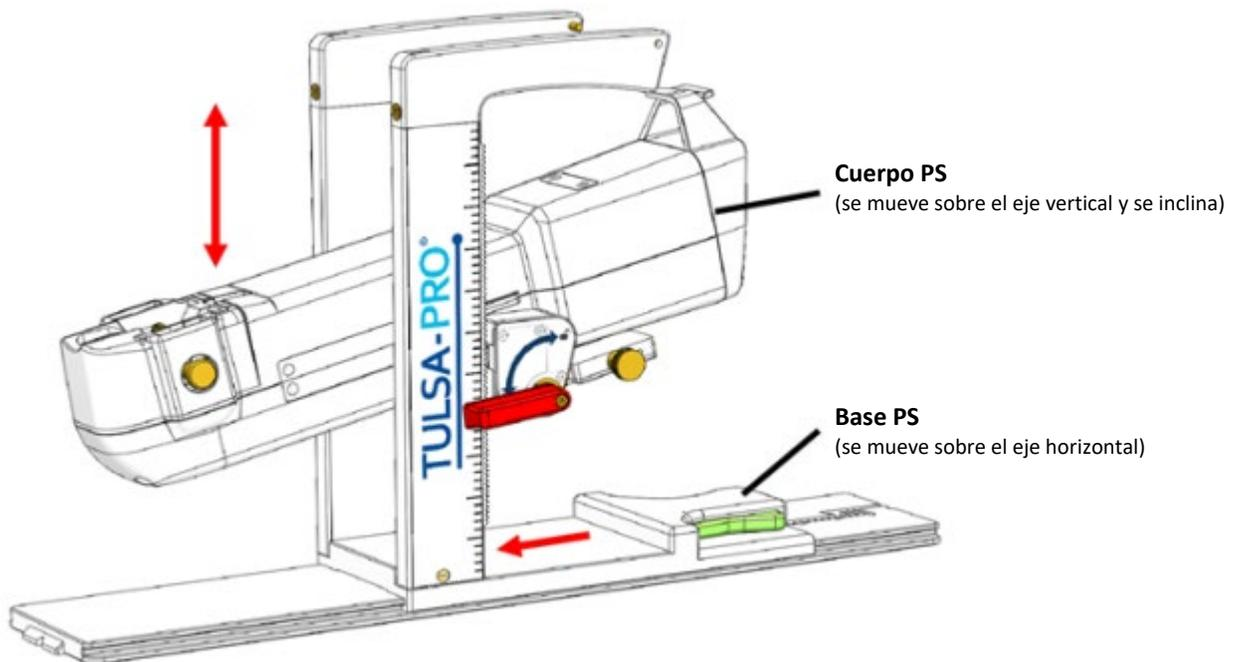

Figura 22: Ajuste del sistema de posicionamiento
3. Tecnólogo en IRM: Mueva manualmente el PS a su posición de modo que la pinza de la UA se alinee con el ángulo natural de la UA en el paciente. Ajuste manualmente la base del PS hacia delante y hacia atrás y hacia arriba y hacia abajo, e incline el eje lineal del PS hacia arriba y hacia abajo (figura 22).
NOTA: Los mandos y palancas de ajuste del PS no están coloreados como en la Figura 22, sino que se colorean aquí para facilitar estas instrucciones.